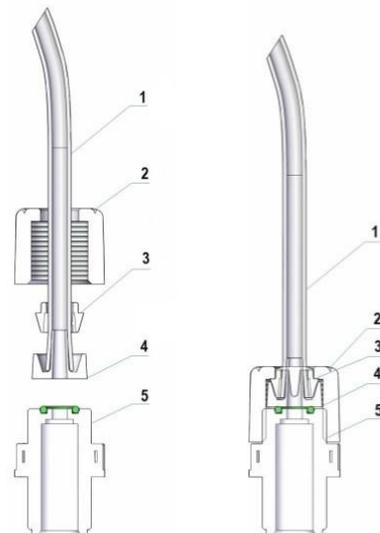

Fig.4 – Підключення шлангу до ніпелів
1. Від'єднати вилку кабелю електроживлення від електричної розетки 220V або вимкнути живлення двополюсним вимикачем з мінімальним відстанню між контактами 3 мм (Рис. 4)
1. Від'єднати Пінні від електричної розетки або вимкнути живлення двополюсним вимикачем з мінімальним відстанню між контактами 3 мм (Рис. 4)